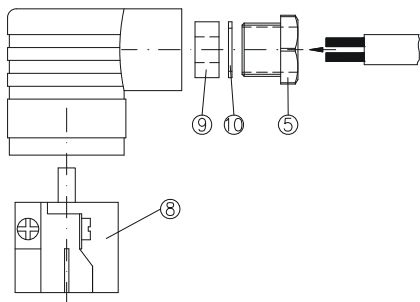

Fig. 8
- Introduire le câble de branchement par le passe-câble à vis ⑤, la bague de serrage ⑩ et la pièce en caoutchouc ⑨ dans la boîte de raccordement ② (→ Fig. 8).